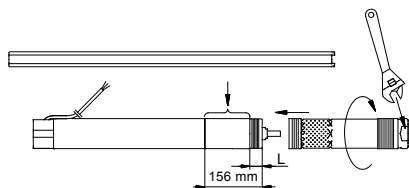

Fig. 6
1. inserire il motore orizzontalmente in una morsa e serrare, vedere fig. 6.
4. Avvitare il corpo pompa sul motore (55 Nm). **Attenzione:** L'albero della pompa deve essere collegato con l'albero del motore. Servirsi di una chiave opportuna che imbrocchi sui piani dell'estremità del corpo pompa opposta al motore, vedere fig. 6.